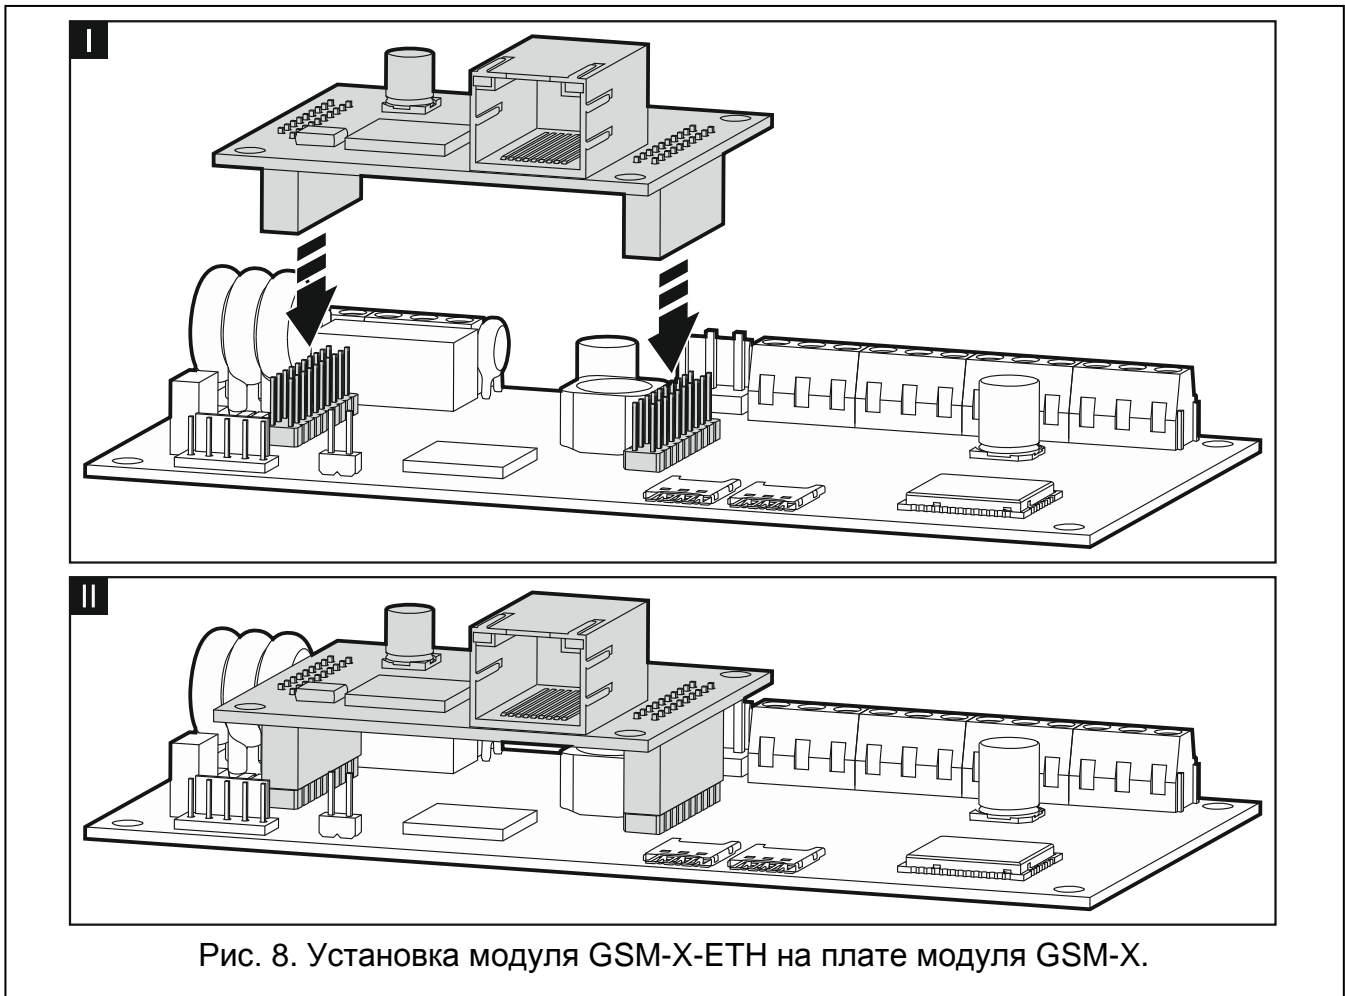

Рис. 8. Установка модуля GSM-X-ETH на плате модуля GSM-X.
3. Установите модуль GSM-X-ETH в разъемы на плате модуля GSM-X (рис. 8).